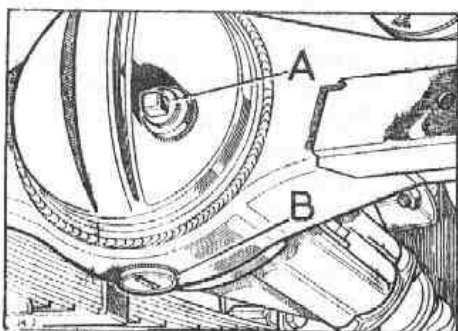

Fig. F-2 Tapones de llenado y vaciado
2.1.2. Extraer el tapón de vaciado, B (Fig. F-2), dejar que salga todo el aceite, volver a colocar el tapón con su junta, dándole previamente dos vueltas con cinta de teflón a la rosca del tapón.
2.2.1. Quitar el tapon de nivel y llenado, A (Fig. F-2).